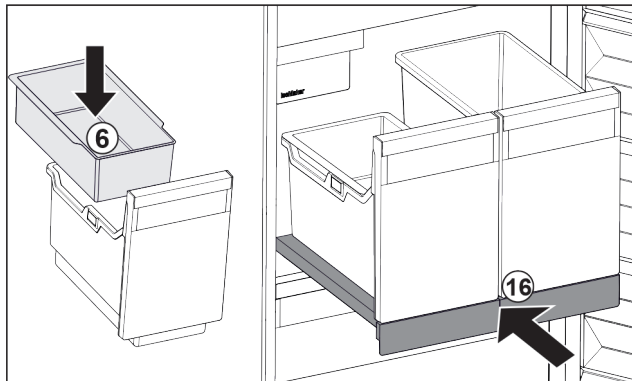

Fig. 103
- Einhängeschale Fig. 103 (6) für Eiswürfel einsetzen.
- Auszugsbord mit Behälter (IceTower) einschieben. Fig. 103 (16)